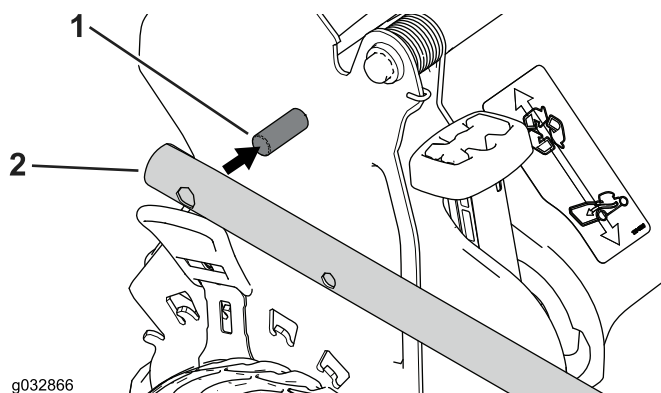

Figure 5
2. Montez les extrémités du guidon sur le carter de la tondeuse de telle sorte que la goupille fixée à chaque support du guidon soit insérée dans le trou inférieur de l'extrémité associée (Figure 5).